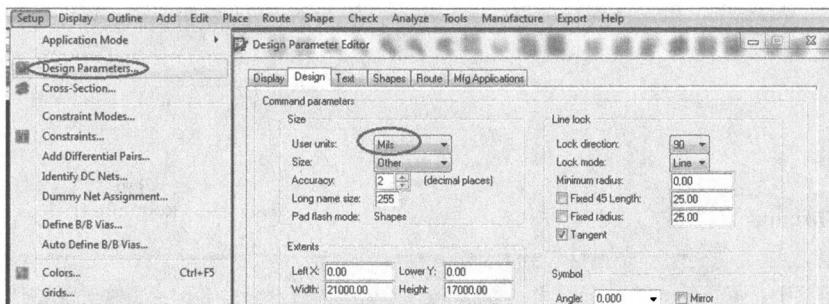

Рис. 21.10. Установка единиц измерения
**Примечание.** Пользовательские единицы по умолчанию в редакторе печатных плат — mils (0,001 дюйма). Чтобы просмотреть пользовательские единицы, выберите Design Parameters в меню Setup. В диалоговом окне Design Parameter Editor перейдите на вкладку Design. Пользовательские единицы определены в разделе Size (рис. 21.10).